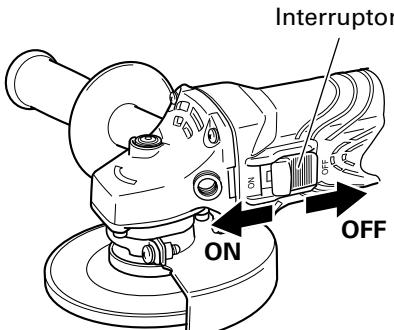

Fig. 3
**2. Conecte la alimentación de la amoladora. (Fig. 3)** Sujetando firmemente la amoladora, utilice un dedo para deslizar el interruptor hasta la posición "ON".